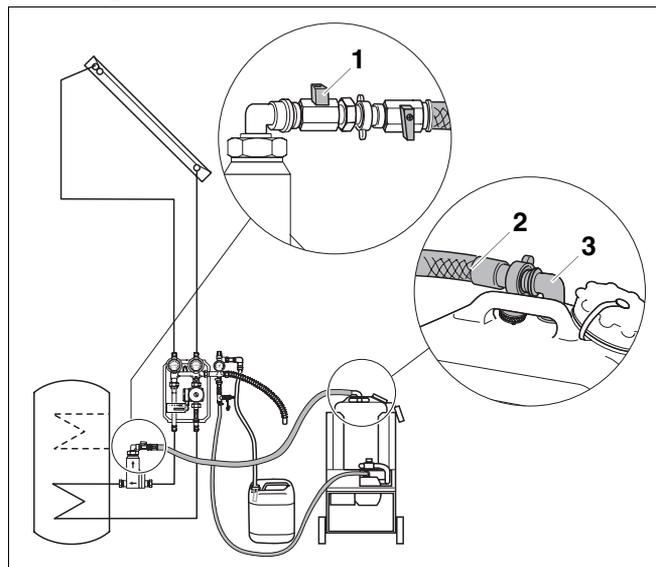

Abb. 31 Rücklaufschlauch entleeren und Befüllstation abbauen
- Schließen Sie den Kugelhahn (Abb. 31, **Pos. 1**) des Rücklaufschlauches und lösen Sie ihn vom Luftabscheider.
- Lassen Sie den Rücklaufschlauch (Abb. 31, **Pos. 2**) in den Behälter der Befüllstation leer laufen und schrauben Sie ihn danach vom Einfüllstutzen (Abb. 31, **Pos. 3**) des Behälters ab.